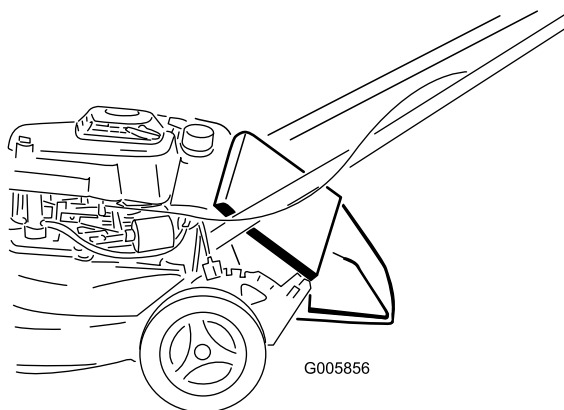

Figuur 1
2. Zet de achterklep omhoog en houd hem in deze positie (Figuur 1).
3. Monteer de zijafvoertunnel (Figuur 1).